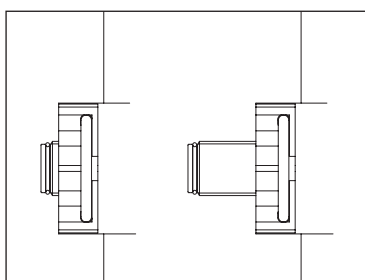

Рис. 20
- При завершении заполнения контуров, привести запорные устройства циркуляционного насоса в положение полного открытия (рис. 20).